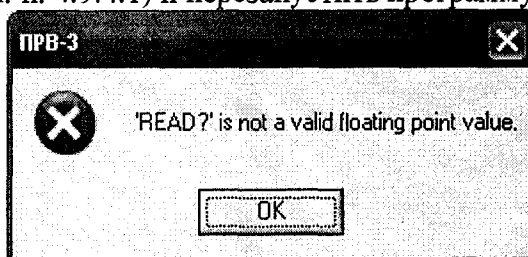

Рис. 4.9-4. Сообщение об ошибке подключения вольтметра
4.9.5.4 При первом измерении может появиться сообщение, указывающее что ПК не удалось подключиться к вольтметру B7-78/1 (рисунок 4.9-4). В этом случае необходимо закрыть программу PRV3, проверить правильность указания серийного номера вольтметра (см. п. 4.9.4.1) и перезапустить программу.